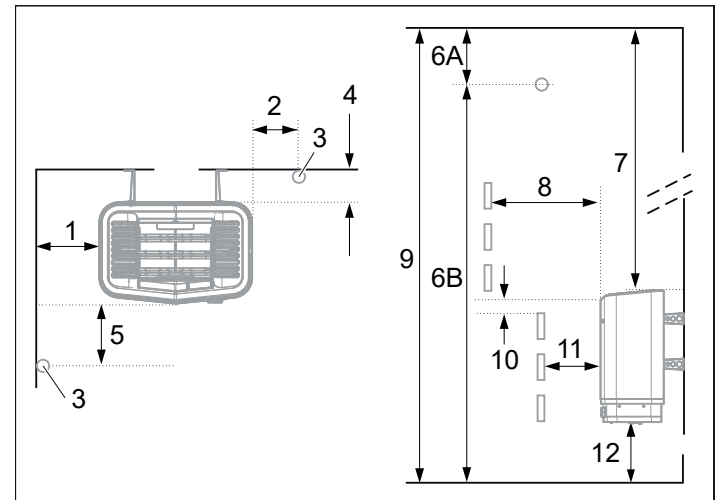
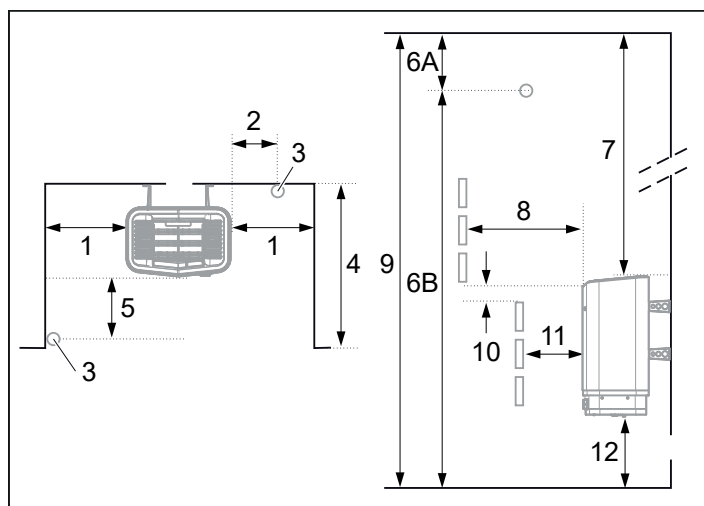

Рисунок 5: Позиционирование нагревателя - нормальная установка
Рисунок 7: Позиционирование нагревателя - установка в нише
- Спланируйте размещение датчика (см. Рисунок 5, страница 47, и Рисунок 7, страница 48).
- у той же стены, что и дверь (или у боковой стены, но как можно ближе к стене, в которой расположена дверь). Также возможно размещение нагревателя в нише (см. Рисунок 7).
- Установите устройство на безопасном расстоянии от пола, боковых стен и элементов интерьера (см. Рисунок 5).
Установите датчик, как показано на рисунке (см. Рисунок 5).
1. Установите устройство на безопасном расстоянии от пола, боковых стен и элементов интерьера (см. Рисунок 7).
2. Установите датчик, как показано на рисунке (см. Рисунок 7).